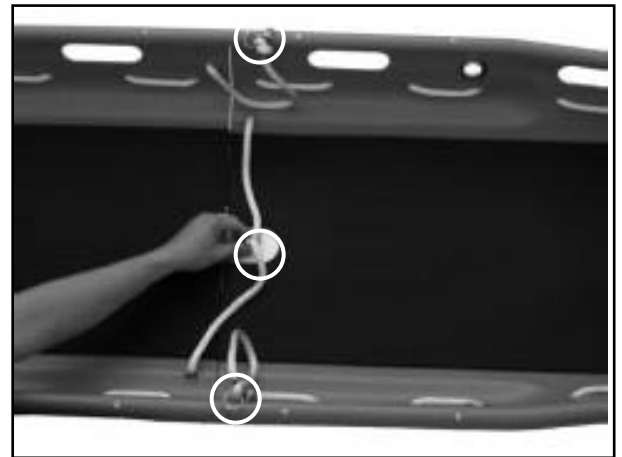

Figure 3 - Introduction des pivots de connexion
3. Fixer les joints des manchons en introduisant les pivots de connexion dans les trous (figure 3).